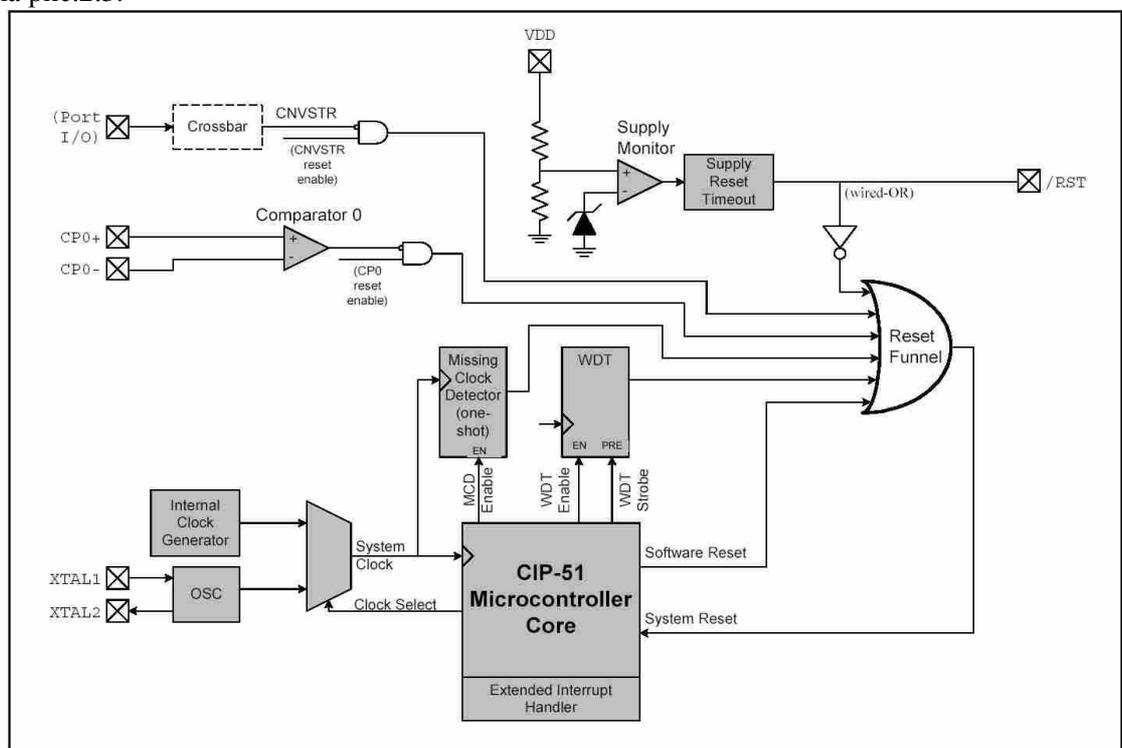

Рис.2.3. Подсистемы сброса и тактовых генераторов.
**Подсистемы сброса и тактовых генераторов.** Подсистемы сброса и тактовых генераторов показаны на рис.2.3.